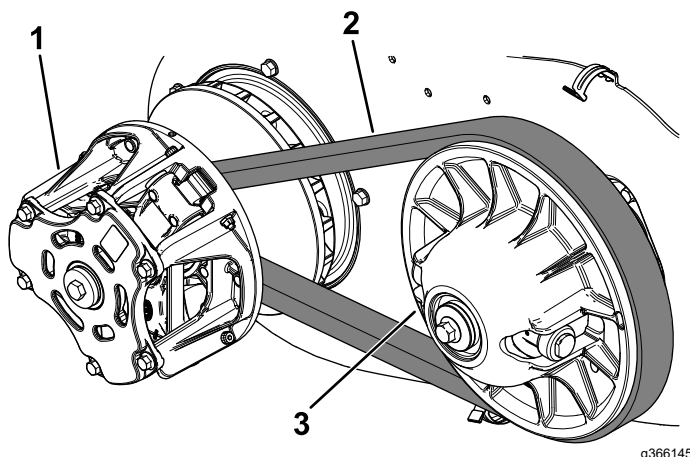

Figure 92
6. Faites tourner la courroie (Figure 92) et vérifiez qu'elle n'est pas excessivement usée ou endommagée.
7. Nettoyez soigneusement les embrayages à l'air comprimé (Figure 92).
6. Tirez sur le haut de la courroie pour écarter l'embrayage secondaire, puis faites tourner et acheminez la courroie par-dessus l'embrayage secondaire (Figure 92).
7. Enlevez la courroie de l'embrayage primaire (Figure 92).
8. Alignez la courroie neuve sur l'embrayage principal (Figure 92).
9. Faites tourner la courroie et faites-la passer sur l'embrayage secondaire (Figure 92).